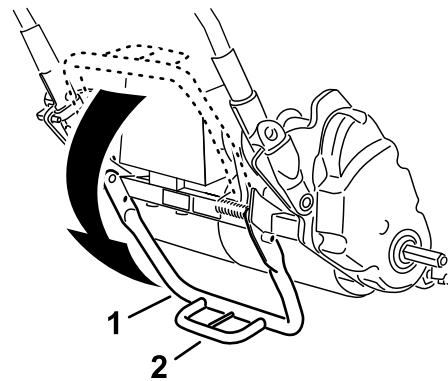

Bild 11
1. Drücken Sie den mittleren Bügel des Ständers mit dem Fuß nach unten und ziehen Sie die untere Holmstütze nach oben, bis der Ständer über die Mitte nach vorn gedreht wurde (Bild 11).